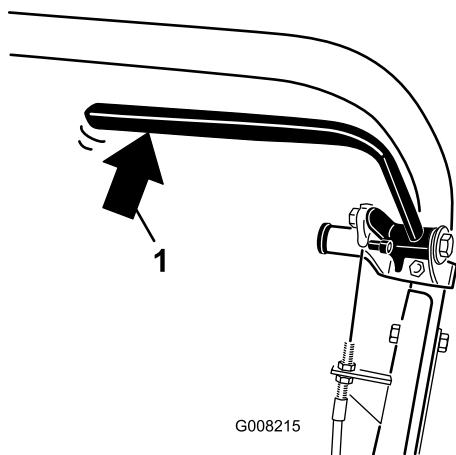

Figura 32
2. Usando una balanza de muelle, presione hacia atrás la palanca del freno de servicio (Figura 32). El freno de estacionamiento debe quitarse al alcanzar una fuerza de 13,5 a 18 kg. Si el freno de estacionamiento se quita antes de alcanzar la presión de 13,5 a 18 kg, ajuste el cable del freno. Vaya al paso 3.